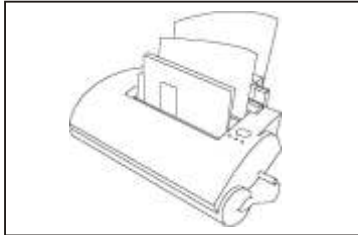

ABBILDUNG 1
2. Die Buchklammern öffnen sich. Legen Sie die Seiten Ihres Dokumentes rechtsbündig in die Öffnung (Abbildung 1) um sicherzustellen, dass diese korrekt gebunden werden.